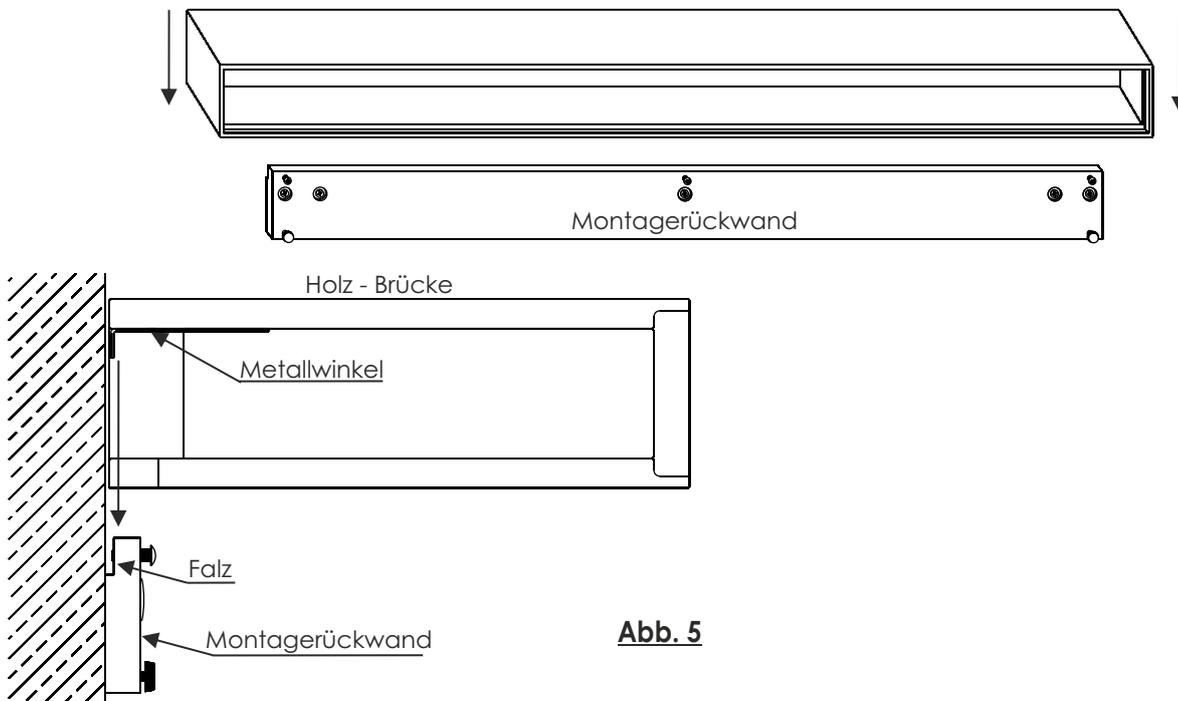

Abb. 5
9. Setzen Sie die Holzbrücke vorsichtig auf die Montage- und Rändelschraube. Der Metallwinkel des Oberbodens der Brücke wird hierbei in die Falz der Montage- und Rändelschraube hineingeführt. (Abb. 5)